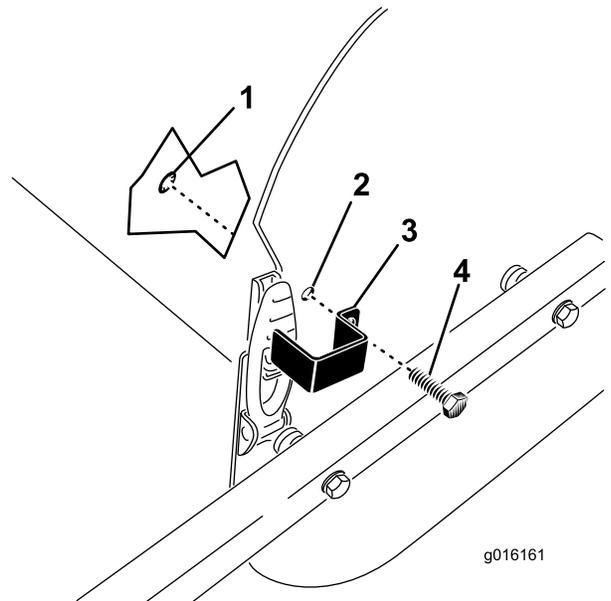

図 36
1. ラッチプレートの取り付け穴をサイドプレートの穴に合わせて、フードラッチへの取り付け位置を決める 図 36。
2. ラッチプレートをサイドプレートに固定するタップボルトとリテーナリングを使用する 図 36。